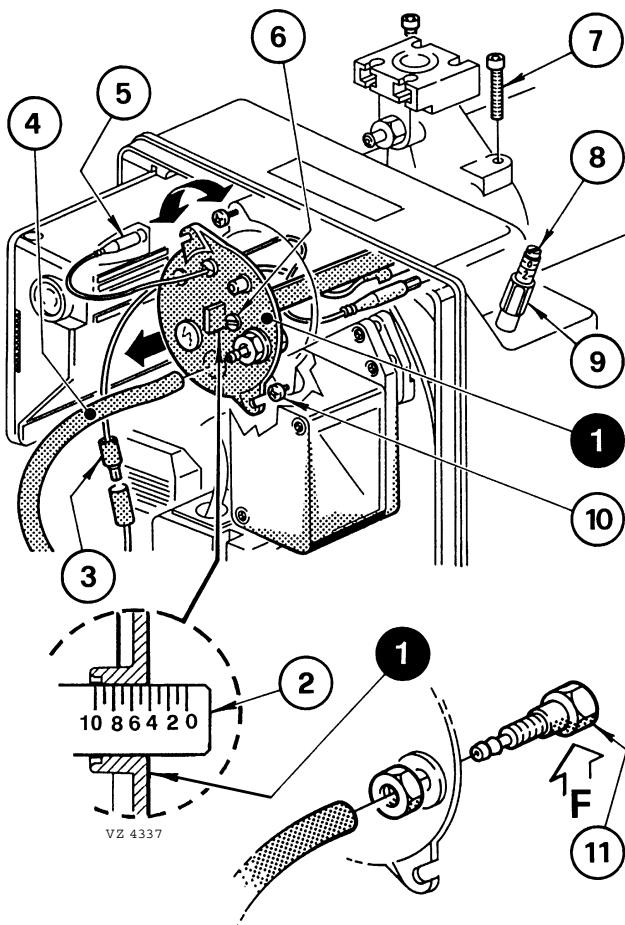

Abb. 11
Sie erfolgt, indem die Stellschraube 6)(Abb. 11) im oder gegen den Uhrzeigersinn gedreht wird, bis die Raste am Stellbügel 2) mit der Außenfläche des Kopfblocks 1) übereinstimmt.
In Abb. 11 ist der Stellbügel für den Kopf auf die Raste 4 geeicht.
Für die Entnahme des Kopfblocks (Abb. 11) wie folgt vorgehen:
Für den Wiedereinbau die obigen Angaben in umgekehrter Weise ausführen und den Kopfblock 1)(Abb. 11) wieder an seinem ursprünglichen Platz anbringen.
Die Schrauben 7)(Abb. 11) bis zum Anschlag ein-drehen, aber nicht festziehen; Mit einem Anzugs-moment von 3 - 4 Nm festziehen.
Sollte sich die Druckentnahmestelle 11)(Abb. 11) unbeabsichtigt lockern, wird empfohlen die richtige Befestigung zu überprüfen, also sicherzustellen, dass das Bohrloch (F) (Abb. 11), das sich im Kopfblock 1)(Abb. 11) befindet, nach unten zeigt.